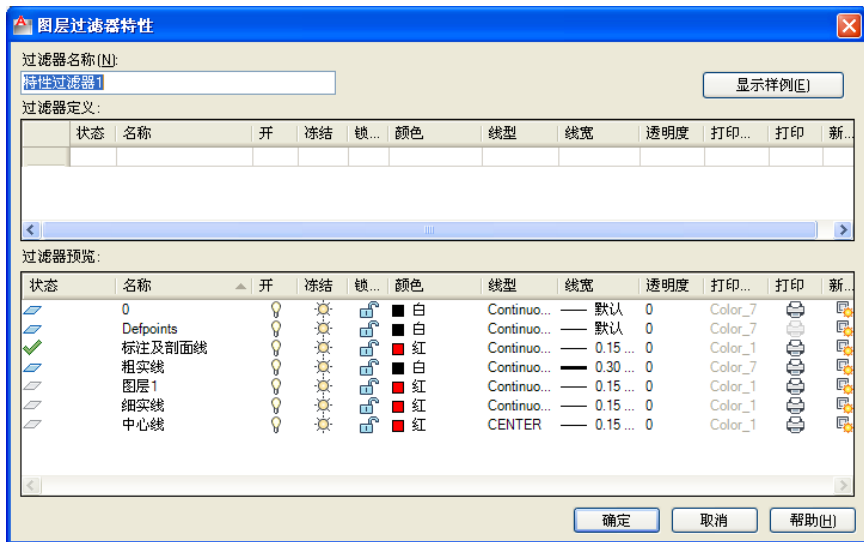

图 6-6 “图层过滤器特性”对话框
- “新建特性过滤器”：单击该按钮，弹出如图 6-6 所示的“图层过滤器特性”对话框，从中可以根据图层名和设置（例如开或关、颜色或线型）创建新的图层过滤器。